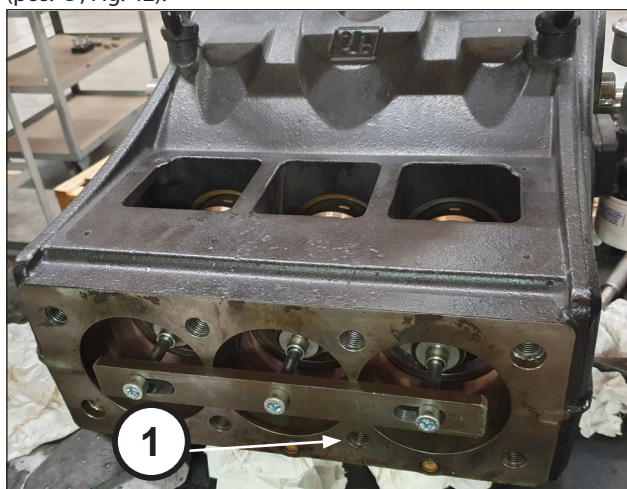
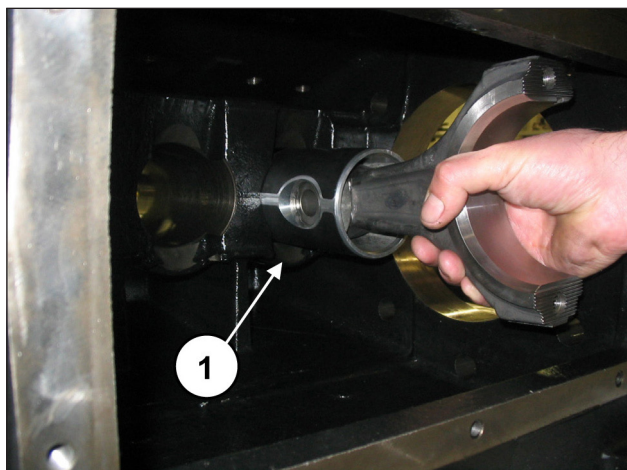

Fig. 41
Fig. 42
Nell'eventualità fosse necessario sostituire una o più bielle o guide pistone occorre operare nel seguente modo: Procedere a svitare le viti dell'attrezzo cod. 27566200 per sbloccare le bielle (pos. ①, Fig. 41) e successivamente estrarre i gruppi biella-guida pistone dall'apertura posteriore del carter (pos. ①, Fig. 42).
Dopo aver verificato la perfetta pulizia del carter inserire il gruppo semibiella-guida pistone all'interno delle canne del carter (pos. ①, Fig. 42).
Bloccare i tre gruppi utilizzando l'apposito attrezzo cod. 27566200 (pos. ①, Fig. 41).
Rimuovere l'attrezzo per il bloccaggio delle bielle cod. 27566200 (pos. ①, Fig. 41).